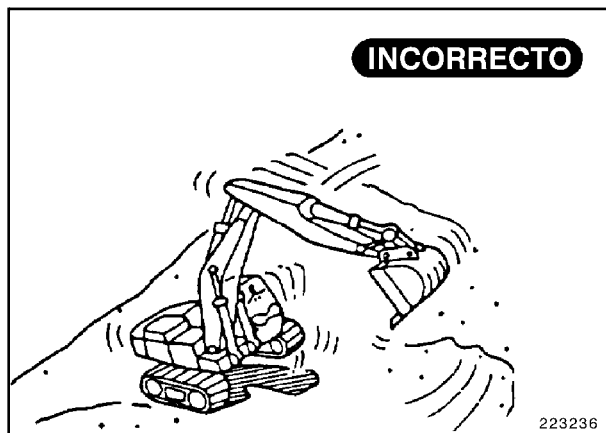

Fig. 17
- Al trabajar en un pendiente, no gire la cuchara cuesta abajo. Al girar la cuchara con cargas pesadas al lado de las cadenas, evitar el vuelco de la excavadora. De estar cargada la cuchara, tenga cuidado al girar o elevar el pescante o la pluma (Fig. 17).